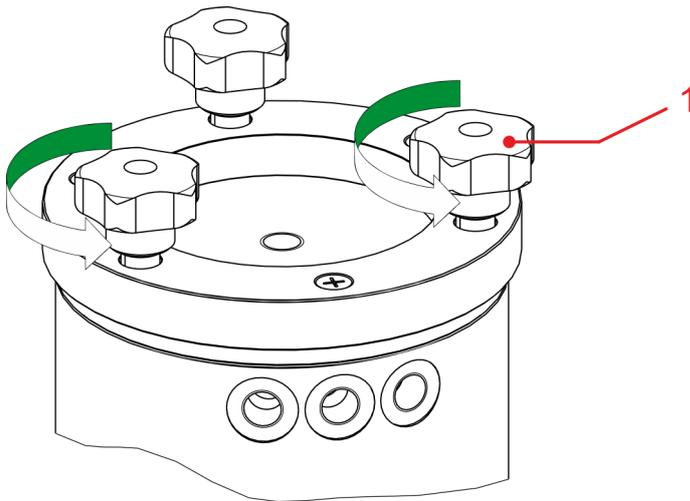

Abb. 5: Öffnen des Behälterdeckels
1. ➤ Alle Knebelmutter (Abb. 5, Pos. 1) um je 2 Umdrehungen lösen. Dann den Vorgang nach der dritten Knebelmutter wiederholen, bis alle Knebelmutter den Deckel freigegeben haben.
2. ➤ Der Behälterdeckel hebt sich durch Lösen der Knebelmutter (Abb. 5, Pos. 1) (maximal 3 Umdrehungen) und kann durch komplettes Lösen aller Knebelmutter abgenommen werden.